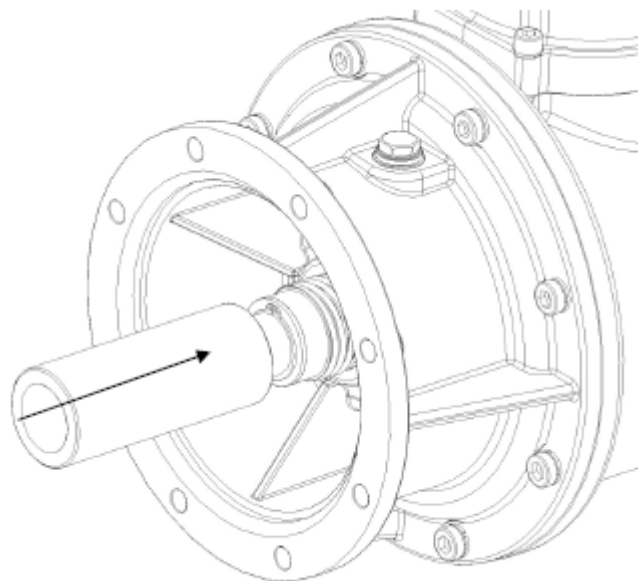

Figura 24: Instalação do selo mecânico MG 12/30 no reservatório de óleo.
- Pressione o anel de segurança com os fixadores e com a arruela de apoio, tencionando a mola e o selo mecânico até que encaixar o anel no sulco (figura 24).